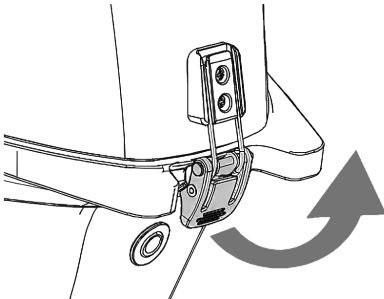

Рис. 18 Снятие кожуха двигателя
2. Отстегните защёлку (Рис. 18) и снимите кожух двигателя.